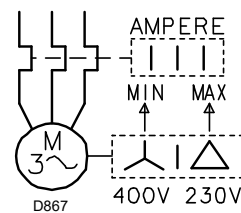
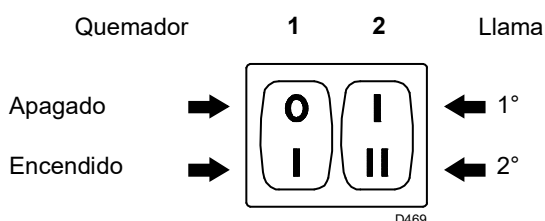
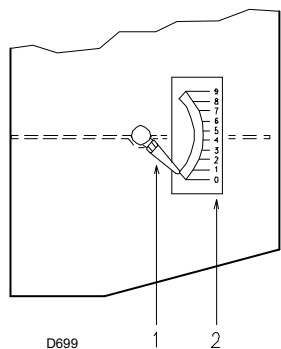

Fig. 22
Fig. 23
Fig. 24
- Cuando el gasóleo sale por el tornillo 3), es indicativo de que la bomba está cebada. Parar el quemador: interruptor 1)(Fig. 22 pág. 21) en posición "PARO" y apretar el tornillo 3).
Situar el interruptor 1)(Fig. 22) en la posición "MARCHA".
Mantener el quemador funcionando en 1ª llama, situando el interruptor 2)(Fig. 22) en la posición 1ª llama. La abertura del registro 6)(Fig. 24) debe ser proporcionada a la boquilla elegida: el índice 1)(Fig. 23) debe corresponder con la muesca 2)(Fig. 23) que se indica en la Tab. E. El reglaje se efectúa girando el hexágono 2)(Fig. 24):
Situar el n° posición 2,3 (Fig. 23) con el índice 1).
Cuando termina la regulación bloquear el exágono 2)(Fig. 24) con la contratuerca.
N° = Posición 2)(Fig. 23)
Situar el interruptor 2)(Fig. 22 pág. 21) en posición 2ª llama y regular el registro 6)(Fig. 24) actuando sobre el hexágono 4)(Fig. 24), después de haber aflojado la contratuerca 3)(Fig. 24)
para facilitar la regulación de los hexágonos 2) y 4)(Fig. 24), utilizar una llave hexagonal de 3 mm 5)(Fig. 24).